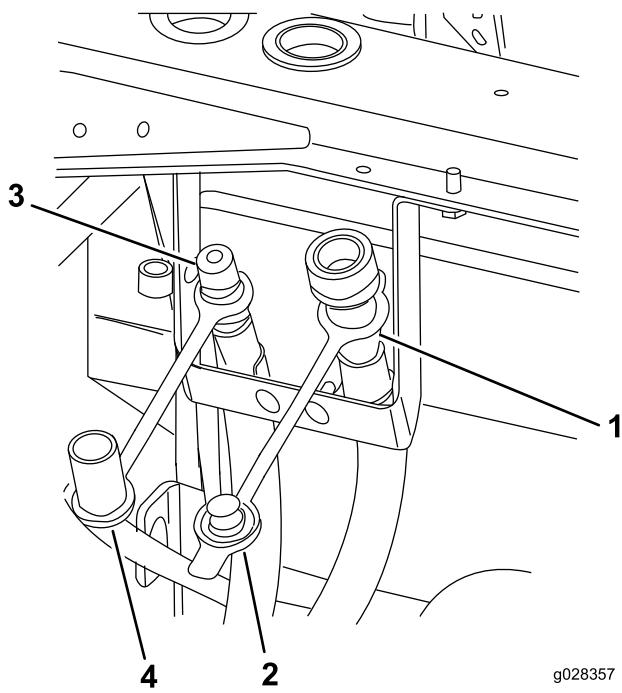

Рисунок 10
- Присоедините напорный шланг к кронштейну перегородки с левой стороны, используя R-образный хомут, каретный болт (1/4 дюйма) и гайку (1/4 дюйма) (Рисунок 10).
- Присоедините шланг линии возврата к кронштейну перегородки с правой стороны, используя R-образный хомут, каретный болт (1/4 дюйма) и гайку (1/4 дюйма) (Рисунок 10).